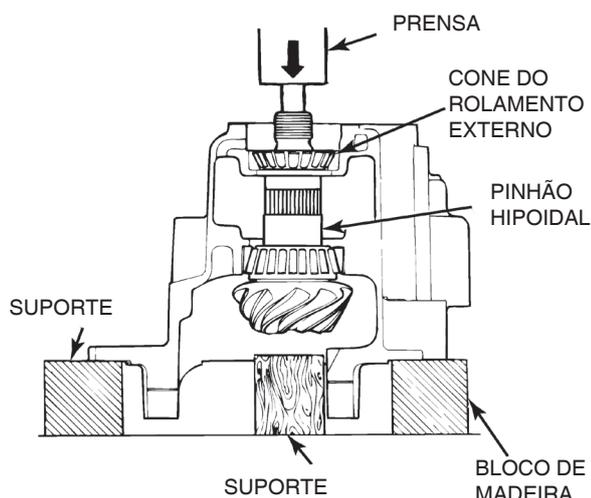

Figura 5.11
1. Coloque a caixa do diferencial numa prensa de modo que a extremidade roscada do pinhão fique voltada para CIMA. Coloque suportes sob o flange da caixa do diferencial para que ela fique nivelada. Coloque um bloco de madeira sob a cabeça do pinhão. Figura 5.11.
2. Prende o pinhão trativo para fora do cone do rolamento externo. Remova o cone. Figura 5.11